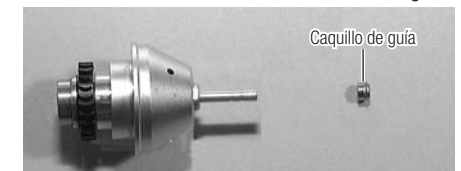

Fig. 21
- 2) Coloque la guía más larga del casquillo de guía sobre el extremo del vástago del rotor, primero junto con la fresa de prueba (Fig. 21).